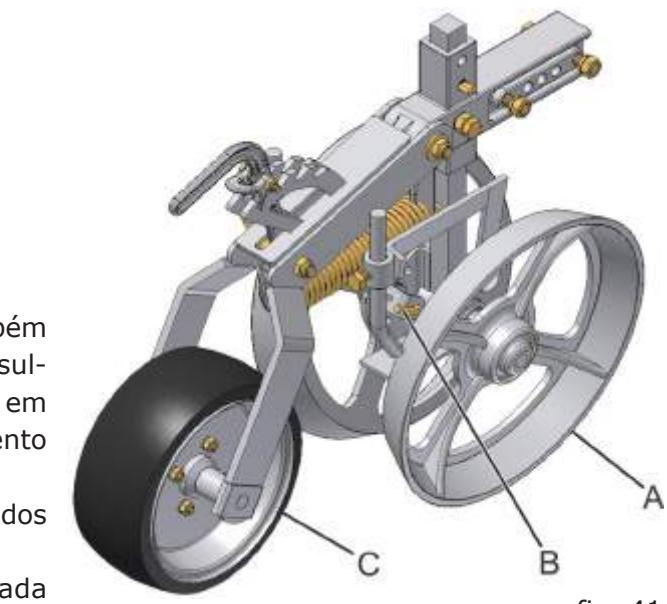

fig. 41
As rodas limitadora de ferro (A) (fig. 41), também tem a função de trazer novamente a terra que o facão sulcador e o disco duplo da semente removeram para que em seguida, a 3^a roda compactadora (C) faça o fechamento e a compactação do sulco.